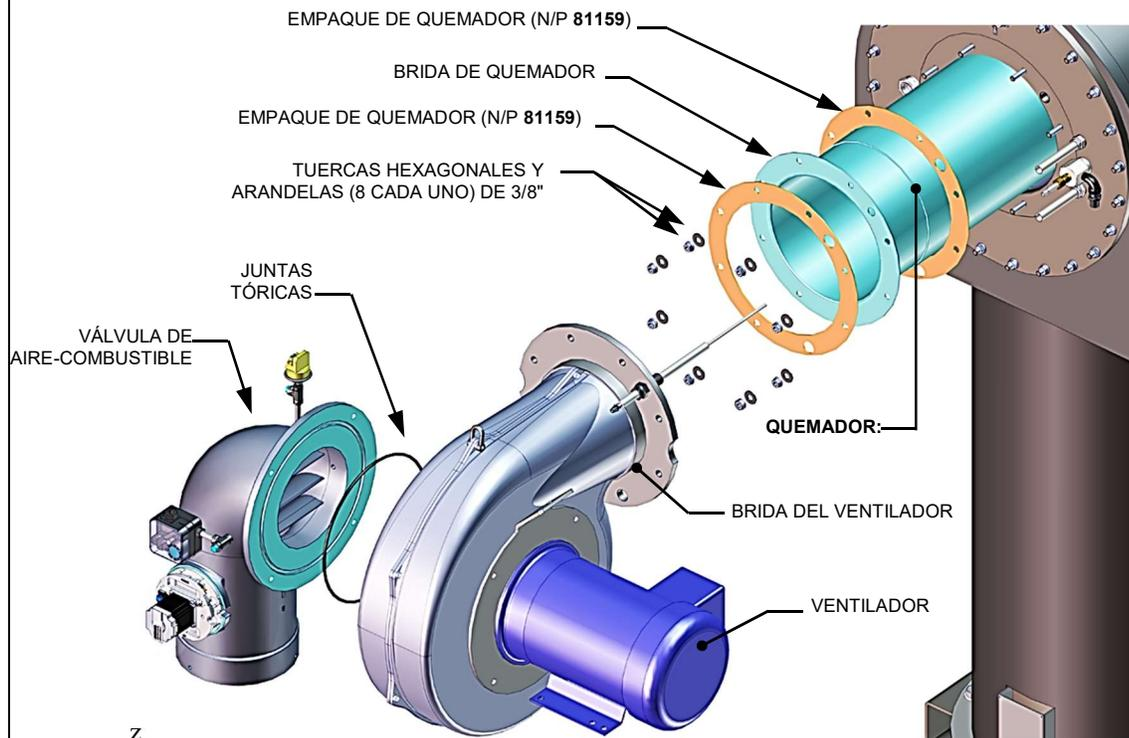

Figura 4-6: Ensamblado del Quemador - Vista detallada de los componentes
19. Retire el Ventilador del Quemador tirando hacia afuera. Sea cuidadoso de no dejar que se balancee o dañen otros componentes del equipo. Consulte la vista detallada de los componentes en la Figura 4-6.
23. Retire y vuelva a colocar los dos (2) Empaques del Quemador (ver Figura 4-6) y limpie la superficie del empaque en el plato frontal del quemador.
24. Para reensamblar, comience con el ensamblado del Quemador y reinstale todos los componentes en orden inverso en que los retiró. El Quemador puede tener una tuerca instalada en la base para mantener el nivel mientras se instala (Figura 4-6).